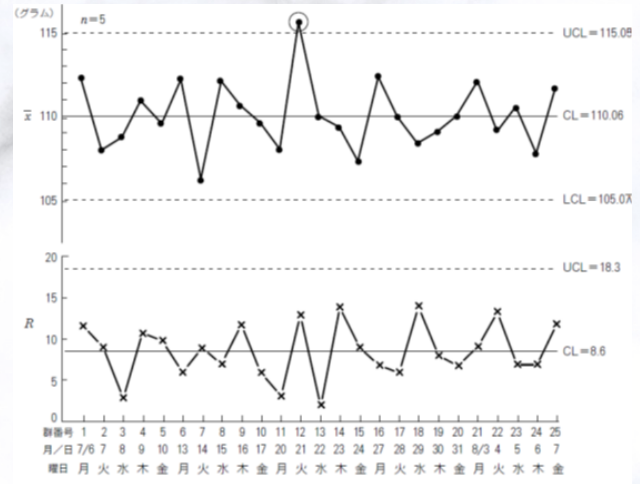

図8.3 充てん量の $\bar{x} - R$ 管理図
- ① UCL または LCL 外に出た点 (線上の点も含む) は ○ で囲み、区別できるようにします (図8.3参照)。